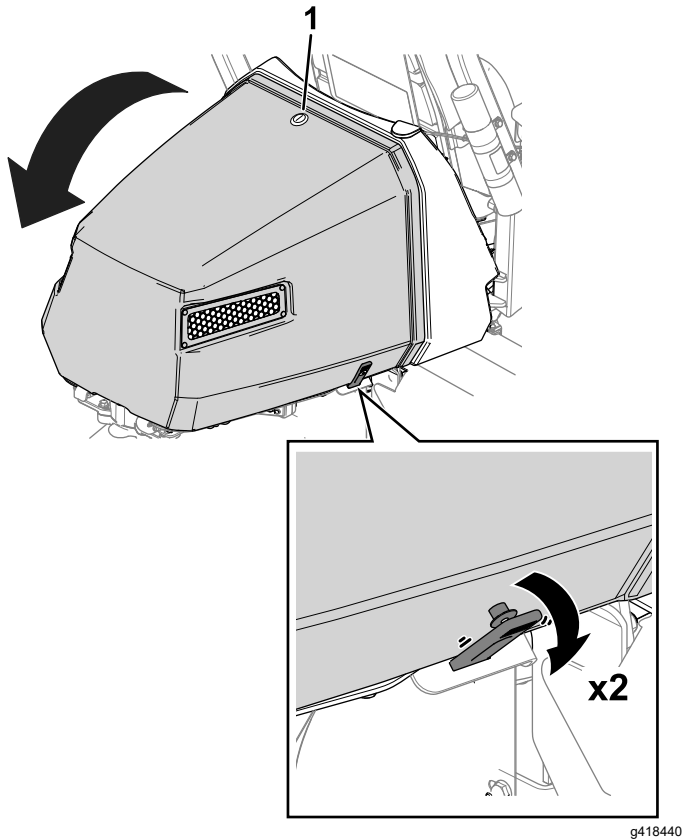

Figura 37
1. Eliberai încuietoarea capotei (Figura 37).
2. Eliberai curelele de pe fiecare parte a capotei (Figura 37).